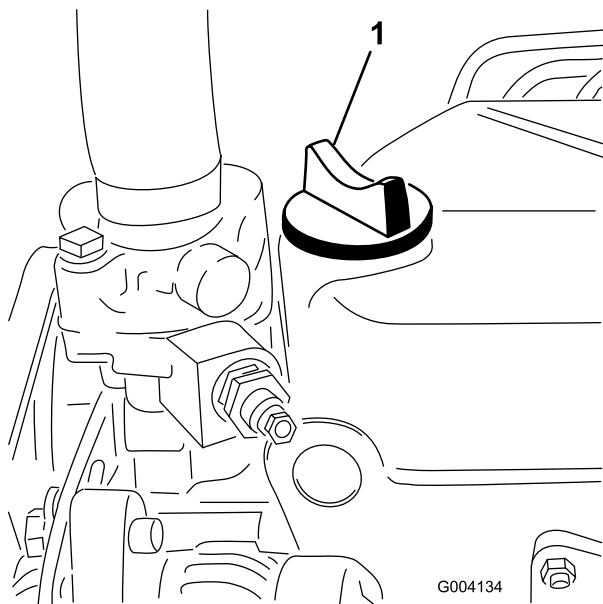

Рисунок 29
5. Если уровень масла ниже метки Full (Полный), снимите крышку заливной горловины (Рисунок 29) и долейте масло до отметки Full (Полный) на щупе.